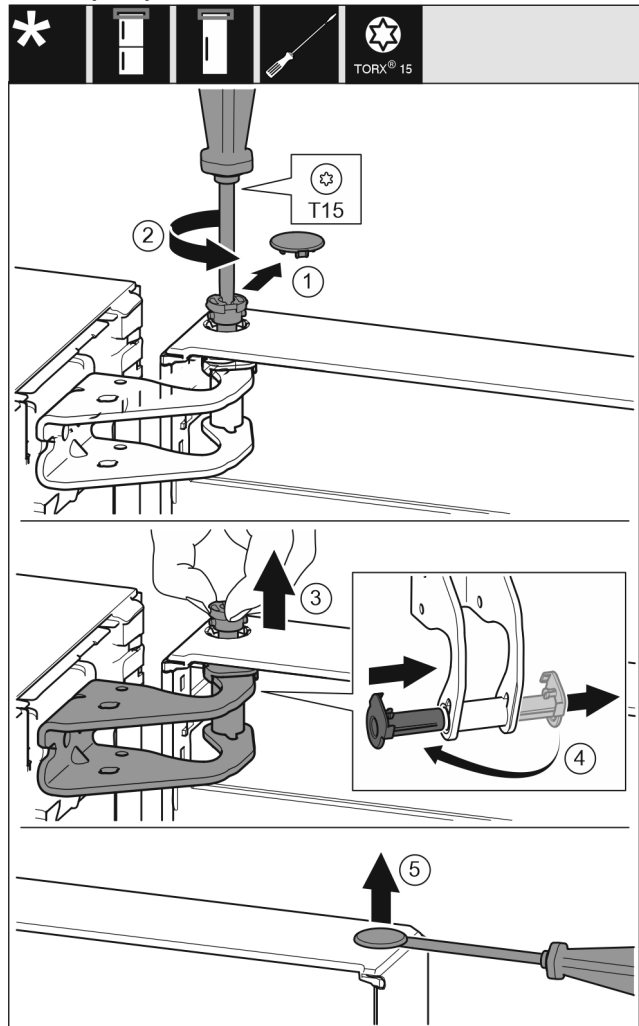

Fig. 12
- ▶ Обережно зніміть запобіжну кришку. Fig. 12 (1)
- ▶ Трохи викрутіть гвинт за допомогою викрутки T15. Fig. 12 (2)
- ▶ Притримуйте дверцята і витягніть палець руками. Fig. 12 (3)
- ▶ Витягніть із прямої опорної втулки. Встановіть і зафіксуйте з іншого боку. Fig. 12 (4)
- ▶ За допомогою шліцевої викрутки обережно підійміть пробку із опорного втулка дверцят та витягніть її. Fig. 12 (5)